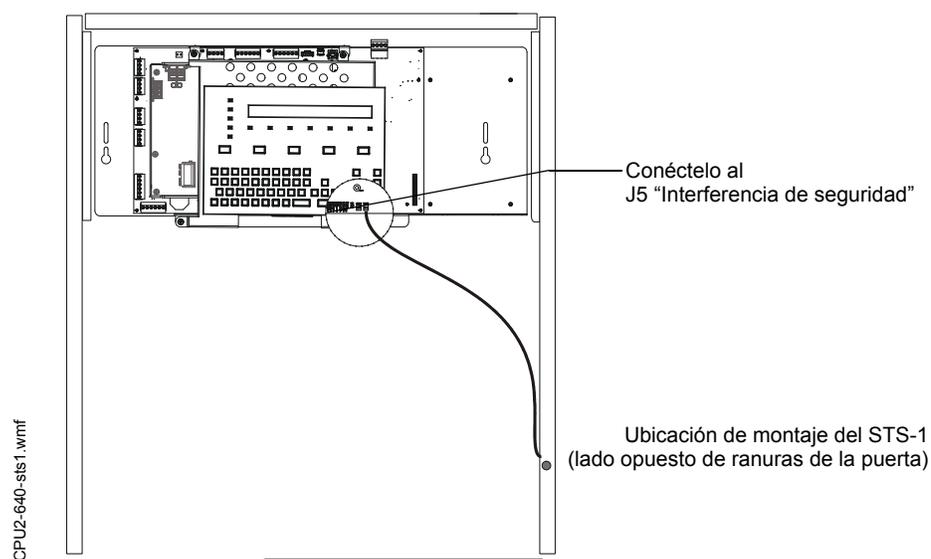

Figura 4.4 Instalación del interruptor de interferencia de seguridad STS-1
Para conectar el gabinete con un kit de interruptor de interferencia de seguridad modelo STS-1, consulte la figura 4.4:
3. Conecte el conector STS-1 al J5 (Interferencia de seguridad) en el panel de control. (Como se muestra en la figura 4.4, el J5 se encuentra en la placa de circuitos, debajo del borde de KDM-R2).